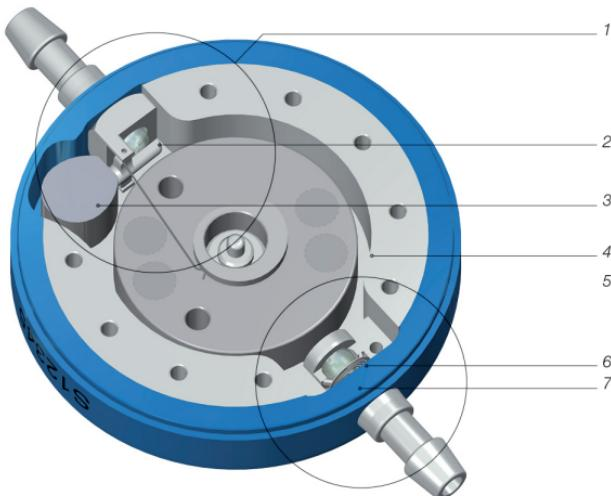

Fig. 1: Sección transversal de M.blue
La válvula M.blue está fabricada en titanio y se compone de una unidad gravitacional ajustable y de una unidad de presión diferencial (Fig. 1). La unidad gravitacional ajustable (1) , situada en la parte proximal de la válvula, lleva un contrapeso de tántalo (3) que retiene una esfera de zafiro en su asiento por medio de una palanca (2). En función de la posición corporal del paciente, la influencia del contrapeso de tántalo sobre la esfera de zafiro va cambiando y, con ello, la presión de apertura de la válvula. Un rotor (4) permite ajustar la tensión previa del muelle de varilla que va unido a la palanca de forma posoperatoria a través de la piel. De esta manera, puede regularse la influencia del contrapeso de tántalo sobre la esfera de zafiro y, con ello, la presión de apertura de la válvula. Un micromuelle helicoidal (7) situado en la parte distal de la válvula controla la presión de apertura de la unidad de presión diferencial (5). Una